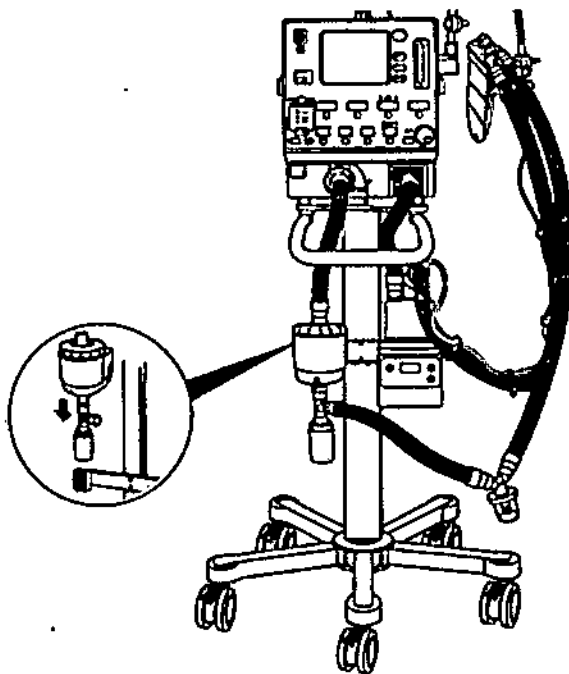

Figura 3-3 Montaje del calentador del filtro espiratorio
- 6. Opcional: instale el kit calentador del filtro espiratorio. Consulte la figura 3-3